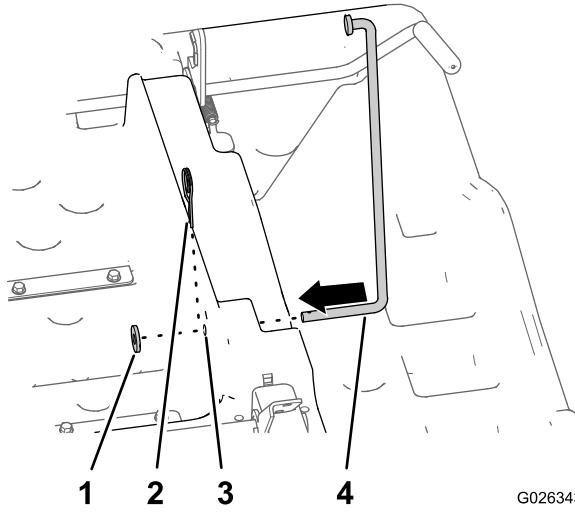

Figura 13
1. Insira a parte mais comprida da barra de apoio através do furo horizontal de 12,7 mm no lado direito inferior da caixa de carga (Figura 13).
2. Alinhe a anilha (1/2 pol.) sob a parte comprida da barra de apoio e fixe a barra à caixa de carga com um gancho (Figura 13).